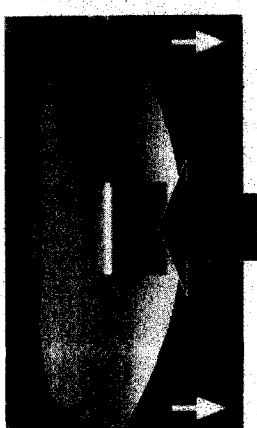

Figura 38
- ☐ Se scoate interfața panoului central ridicand doua sisteme de prindere. (figura 38)